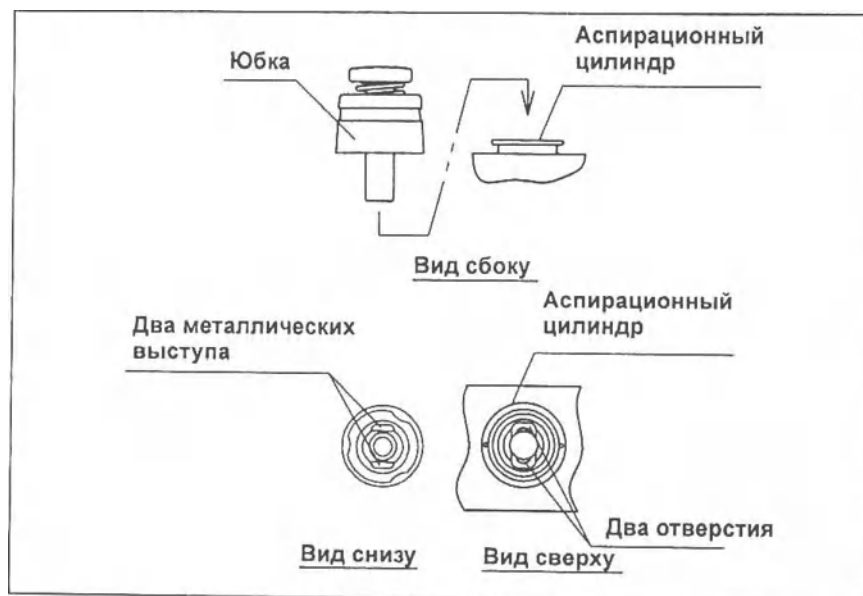

Рисунок 3.13.
2. Присоедините клапан для аспирации к аспирационному цилиндру эндоскопа (см. Рис. 3.13. и 3.14.). Убедитесь в том, что клапан установлен правильно и его юбка не топорщится.